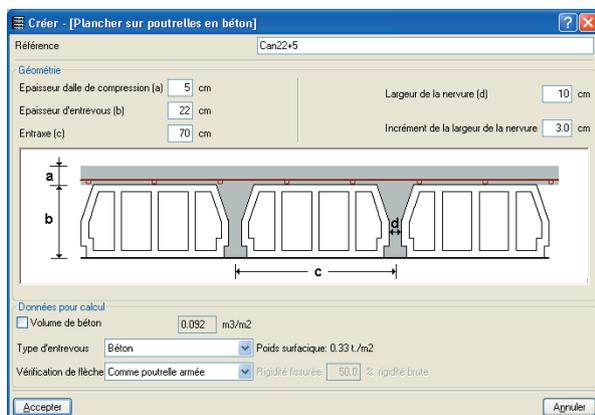

Fig. 14.54
- Il est nécessaire que vous définissiez les caractéristiques du plancher que vous allez introduire. Pour cela, cliquez sur le bouton  situé sous les dessins de la fenêtre de dialogue de la figure 14.53. Introduisez les valeurs indiquées à la figure 14.54.